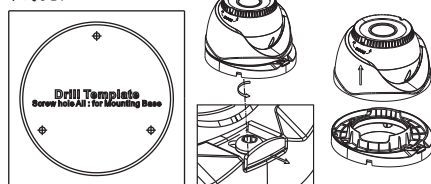

图3-8 安装贴纸及取下球体
- 2.松开图3-8中所示的固定螺钉，将球体与底座分离开来。